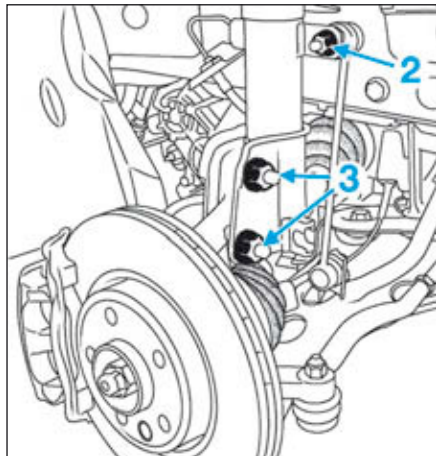

FIG.3
- l'écrou supérieur (2) de la biellette de barre stabilisatrice (Fig.3),